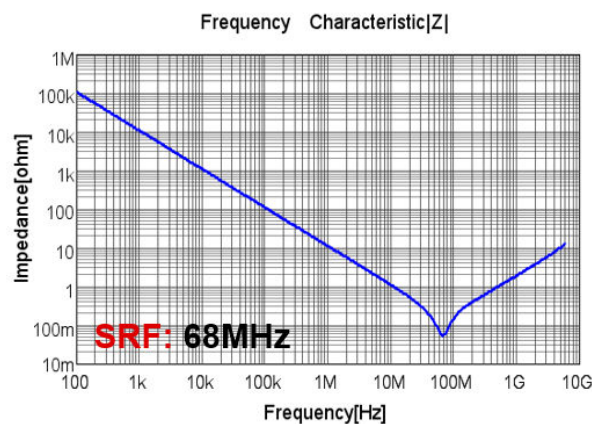

図 2-9. 0402 15nF — インピーダンスと周波数との関係
- 高周波デカップリング・コンデンサは、入力ピンおよび出力ピンにできる限り近づけて配置する必要があります。0402 コンデンサのケースサイズは、64MHz の基本スイッチング周波数で低インピーダンスを実現するために、最小の ESL (等価直列インダクタンス) と最高の自己共振周波数 (SRF) を実現します。最小のインピーダンスを実現するため、15nF の値を選択しました。図 2-9 に、インピーダンスと周波数の関係のプロットを示します。